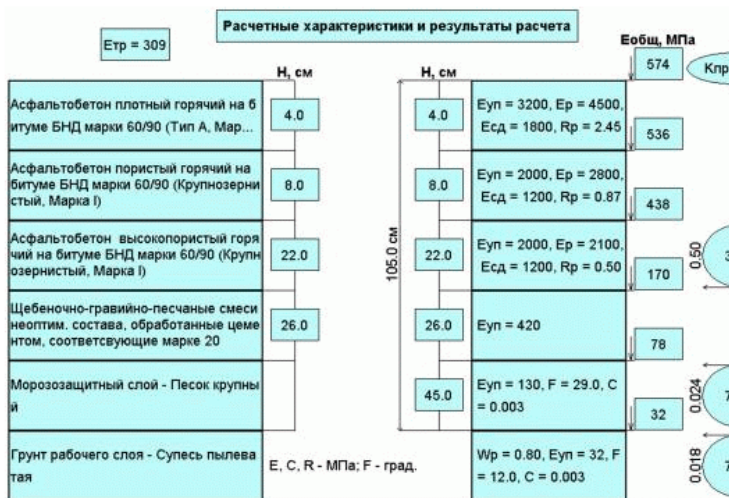

Рис. 11. Пример. Результаты расчета на прочность конструкции дорожной одежды в новом строительстве
15. Повторно нажать кнопку **Расчет** на панели инструментов. В результате на экране должен получиться следующий результат (см. рис. 11).